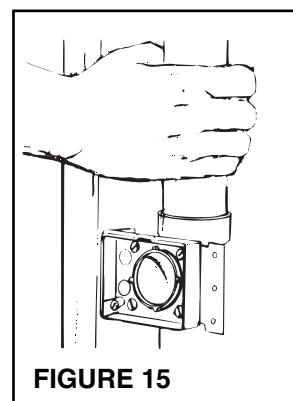

FIGURE 15
12. Voir la figure 15. Insérez le tuyau dans le raccord en le faisant tourner pour étaler uniformément la colle. Soyez sûr que le tuyau soit solidement en place.